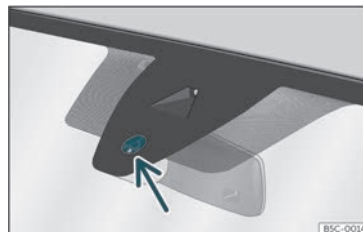

Fig.101 Superficie sensible do sensor de choiva.
As posibles causas de anomalías e interpretacións erróneas *na área da superficie sensible*» fig. 101 do sensor de choiva son, entre outras:
- Limpe regularmente a superficie sensible do sensor de choiva» fig. 101 (frecha) e comprobe posibles danos nas gomas.